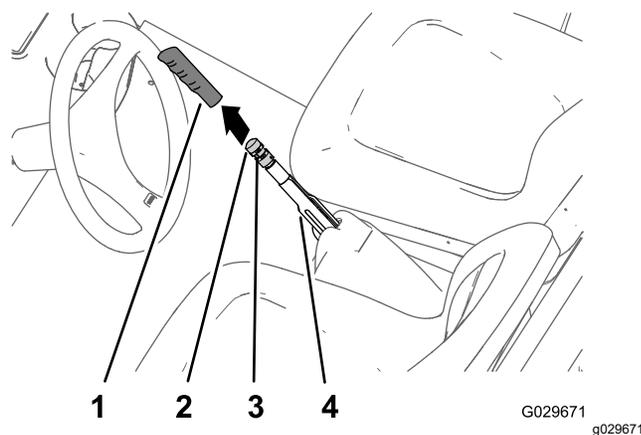

Figure 50
1. Enlevez la poignée du levier de frein de stationnement (Figure 50).
2. Desserrez la vis qui fixe le bouton de réglage sur le levier du frein de stationnement (Figure 50).
3. Tournez le bouton de réglage du frein jusqu'à ce qu'une force de 133 à 156 N (30 à 35 lb-pi) soit nécessaire pour serrer le levier du frein de stationnement (Figure 50).
4. Serrez la vis de fixation et remettez la poignée en place (Figure 50).
1. Enlevez la poignée du levier de frein du stationnement (Figure 50).
2. Desserrez la vis (Figure 50) qui fixe le bouton de réglage sur le levier du frein de stationnement, desserrez le frein de stationnement et desserrez le bouton de réglage.
5. Tournez le bouton de réglage du frein (Figure 50) jusqu'à ce qu'une force de 133 à 156 N (30 à 35 lb-pi) soit nécessaire pour actionner le levier du frein de stationnement.
- C. Tournez le bouton de réglage du frein (Figure 50) jusqu'à ce qu'une force de 133 à 156 N (30 à 35 lb-pi) soit nécessaire pour actionner le levier du frein de stationnement.
- Serrez la vis et remettez la poignée en place (Figure 50).